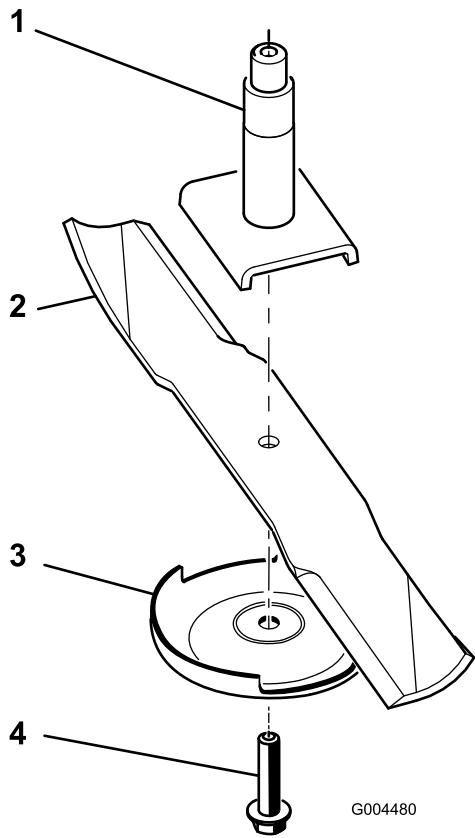

図 73
- スピンドルのシャフトからブレードボルト、芝削り防止プレート、ブレードを取り外す(図 73)。
注 ブレードが水平に停止すればバランスがとれているからそのまま使用してよい。もし傾くようなら、重い方の裏面を少し削って調整する(図 73)。バランスがとれるまで調整する。
- スピンドルシャフトにブレードを取り付ける(図 73)。
- 芝削り防止プレートとブレードボルトを取り付ける(図 73)。